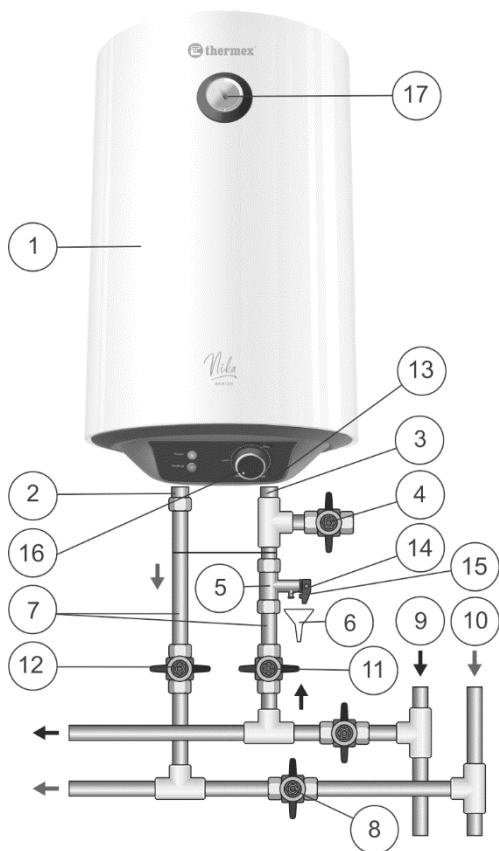

Fig. 1. Schema del collegamento idraulico dello scaldacqua
Montare la valvola di sicurezza (Fig. 1, pos. 5) all'entrata dell'acqua fredda (Fig. 1, pos. 3), un raccordo con anello di colore blu, a 3,5-4 giri assicurando la tenuta idraulica del collegamento con qualsiasi materiale di guarnizione (lino, nastro Teflon, etc.).
Il collegamento idraulico si effettua secondo le indicazioni riportate sulla Fig. 1 esclusivamente a mezzo dei tubi di rame, tubi multistrato di tipo «M-pipes» (costituite da strati polimerici e metallici) o di plastica oppure dei raccordi flessibili idraulici. E vietato l'utilizzo dei raccordi flessibili idraulici già usati. Si consiglia di alimentare lo scaldacqua con l'uso di filtro defangatore montato sulla tubazione di acqua fredda (non in dotazione).
Fig. 1: 1 – Scaldacqua, 2 – raccordo per l'uscita dell'acqua calda, 3 – raccordo per l'entrata dell'acqua fredda, 4 – rubinetto di scarico (non in dotazione), 5 – valvola di sicurezza, 6 – scarico alla canalizzazione (non in dotazione), 7 – tubi di alimentazione, 8 – chiudere il rubinetto quando lo scaldacqua è in uso, 9 – tubo di acqua fredda, 10 – tubo di acqua calda, 11 – rubinetto dell'alimentazione di acqua fredda, 12 – rubinetto dell'uscita di acqua calda, 13 – calotta di protezione, 14 – attacco di scarico della valvola di sicurezza, 15 – leva di apertura della valvola di sicurezza, 16 – manopola di controllo, 17 – indicatore di temperatura.
Dopo che il collegamento idraulico sia effettuato assicurare che il rubinetto di intercettazione di acqua fredda dello scaldacqua sia aperto e che rubinetto di intercettazione di acqua calda dello scaldacqua (Fig. 1, pos. 8) sia chiuso. Aprire il rubinetto dell'alimentazione dello scaldacqua con l'acqua fredda (Fig. 1, pos. 11), il rubinetto dell'uscita di acqua calda dallo scaldacqua (Fig. 1, pos. 12) ed il rubinetto dell'acqua
NB: per facilitare la manutenzione dello scaldacqua durante il suo uso si consiglia d'installare il rubinetto di scarico (Fig. 1, pos. 4) in conformità alle indicazioni fornite sulla Fig. 1 (per i modelli non dotati del raccordo di scarico (non è in dotazione)).
Lo scaldacqua viene acceso/spento ruotando la linea dell'indicatore sulla manopola di controllo situata sul coperchio di protezione dello scaldabagno (Fig. 1, pos. 16) sulla zona "OFF". La temperatura dell'acqua nel serbatoio interno viene regolata tramite la manopola di comando (Fig. 1, pos. 16) nel range di valori da "OFF" (valori minimi) a "HIGH" (valori massimi). La spia di controllo mostra la modalità di funzionamento dell'EWB: si accende quando l'acqua viene riscaldata e si spegne quando viene raggiunta la temperatura impostata.